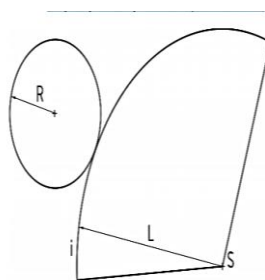

Рисунок 14 . Развертка конуса
- угол развертки боковой поверхности конуса определяется по формуле:  $\alpha = (360 \times R) / L$ , где  $R$  – радиус основания конуса,  $L$  – длина образующей конуса в любом месте на полученной дуге построить основание пирамиды с окружностью радиуса  $R$  (рис. 14).